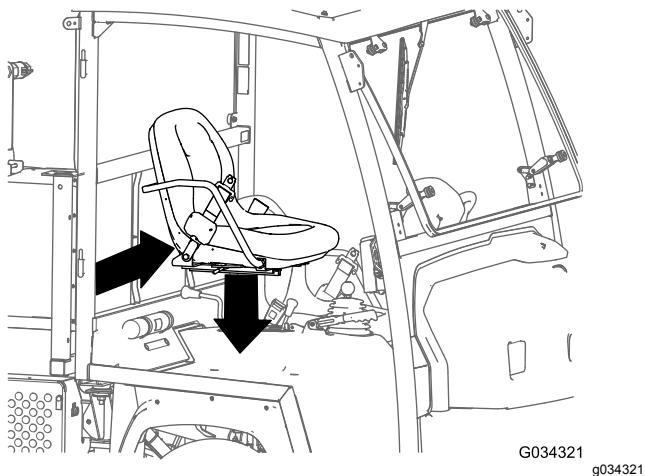

図 12
1. 座席トラックについている穴を座席ベースの穴に合わせて座席を載せる図 12。